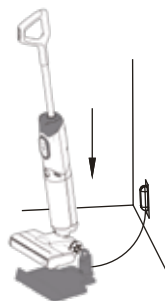

Abb. 15
3. Stellen Sie den Staubsauger auf die Basis (siehe Abb. 15).